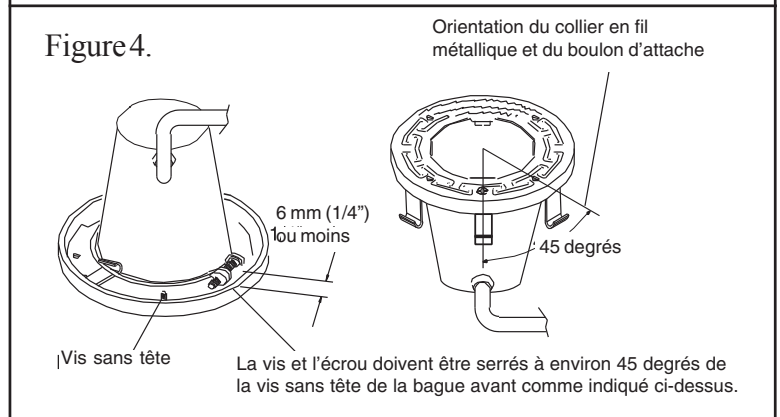

Figure 4.
- (3) Retournez la lampe de manière à ce qu'elle repose sur la lentille. Serrez le boulon et son écrou jusqu'à ce que la distance entre les extrémités de la bride soit égale à 1/4 de pouce maximum ; voir la figure 4.